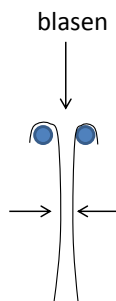

Abb. 4 Darstellung der Saugkraft bei Verengung des Querschnittes mittels 2 Papierstreifen
**Versuch** (Abbildung 4): Mittels 2 Papierstreifen, die an Kugelschreibern o. ä. aufgehängt sind, kann man die Saugkraft bei Querschnittsverengung (höhere Geschwindigkeit der Luftteilchen) demonstrieren, indem man in den Zwischenraum hineinbläst: die beiden Papierstreifen nähern sich - entgegen der Erwartung - an!